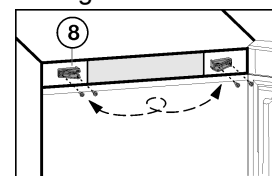

Fig. 14
- Desatornille la pieza de cojinete Fig. 14 (8) y cámbiela al lado opuesto girándola 180°. Dado el caso, grabe los agujeros de tornillo o utilice un destornillador de batería.